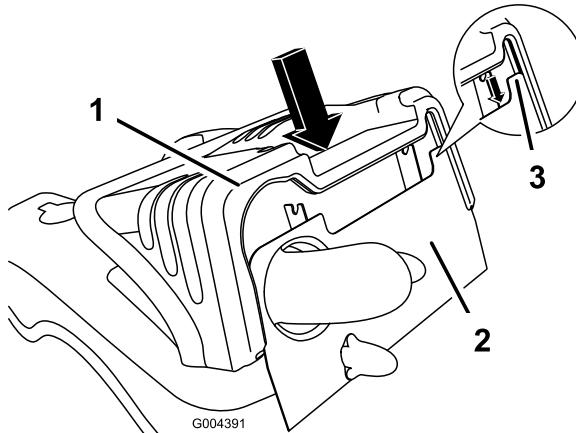

Bild 29
1. Richten Sie zum Einbau der Motorhaube den Schlitz in der Haube mit dem Rahmen aus und senken Sie die Haube vorsichtig auf den Rahmen ab (Bild 29). Stellen Sie sicher, dass der Rahmen richtig in der